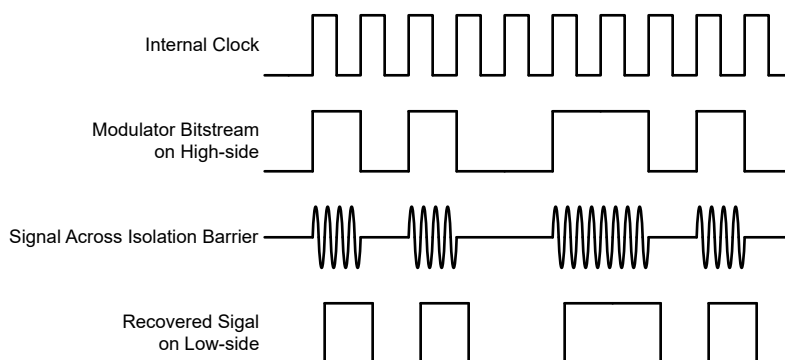

図 7-4. OOK ベースの変調方式
図 7-4 に示されているように、AMC0x06M05 は、オン / オフ キーイング (OOK) 変調方式を使用して、変調器の出力ビットストリームを、SiO₂ ベースの絶縁膜間で伝送します。送信ドライバ (TX) をに 機能ブロック図 示します。TX は、内部で生成された高周波キャリアを絶縁バリア越しに送信し、デジタル 1 を表現します。ただし、TX はデジタル 0 を表す信号を送信しません。AMC0x06M05 で使用されるキャリアの公称周波数は 480MHz です。